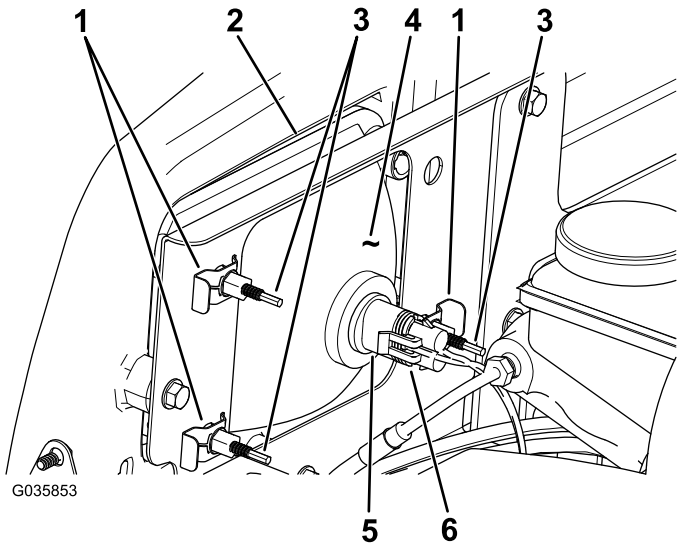

図 45
3. ランプアセンブリのコネクタから、ハーネス用のコネクタを外す **図 45**。
4. ヘッドライトをヘッドライトブラケットに固定しているスピードクリップを外す **図 45**。
5. ヘッドライトアセンブリ全体を前に押出して、前バンパーから外す **図 45**。
6. 取り付け穴に新しいヘッドライトを取り付ける **図 45**。
8. ハーネス用のコネクタを、新しいランプアセンブリのコネクタに接続する **図 45**。
2. ヘッドライトアセンブリの裏側部分にある調整ねじ **図 45**を回してヘッドライトアセンブリの角度を変えてビームの方向を調整する。